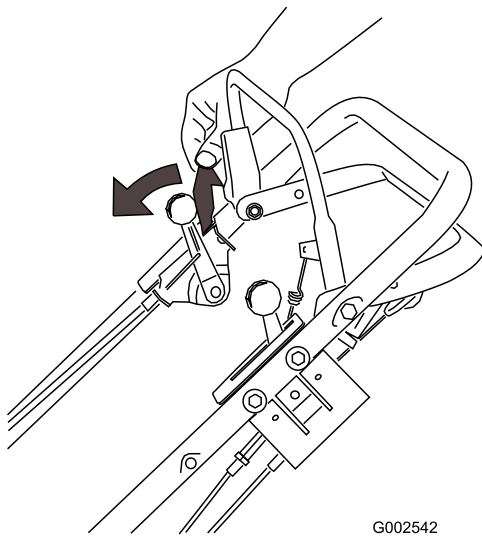

Bild 14
1. Drücken Sie den Schaltbügel nach vorne (Bild 14).